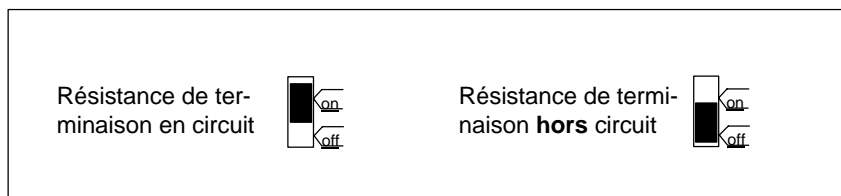

Figure 4-26 Connecteur de bus (6ES7 972-0B.11-...) : Résistance de terminaison en circuit et hors circuit
3. Si le connecteur de bus se trouve au début ou à la fin d'un segment, la résistance de terminaison doit être mise en circuit (position d'interrupteur "ON") (voir figure 4-26).